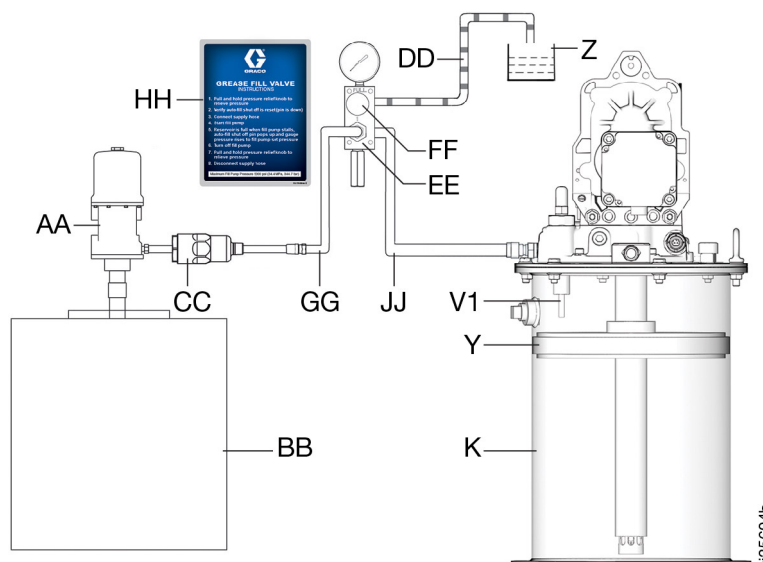

図 12
**注:** 充填ポンプの圧力は 2000 psi まで高くすることができます。これは、補充ライン (GG) と供給ホース (JJ) の長さおよび直径により異なります。Graco は、36:1 以上の比率およびエア駆動式の充填ポンプの使用を推奨します。
**注:** 充填バルブ P/N 77X542 (図 12 のとおり) を使用して、過圧から保護するか、充填ライン (GG) で 5000 psi (34.5 MPa、345 bar) に設定された安全圧力開放バルブを使用します。